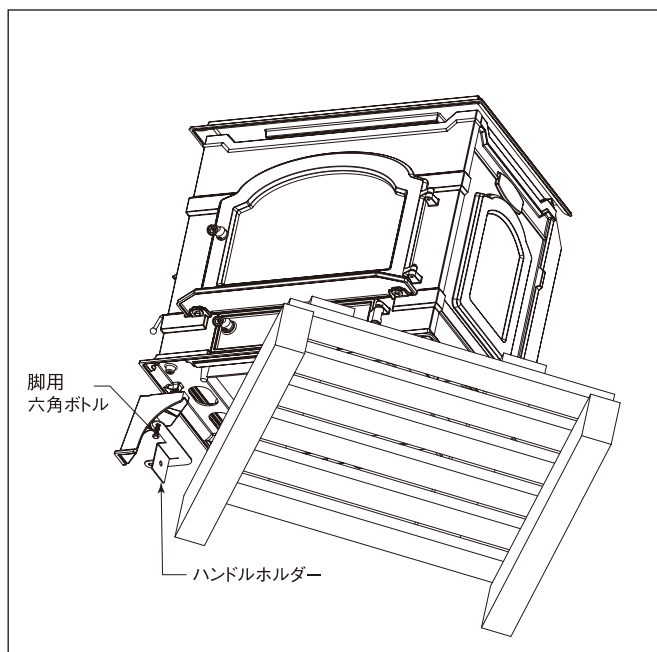

図3 正面の左隅がパレットからはみ出るくらいまでストーブを回します。
- 2) 正面の左隅がパレットからはみ出るくらいまでストーブを時計の針と反対方向に回し、脚取り付け穴が見えるようにしてください。（図3）